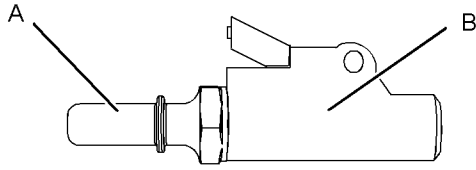

图 57
3. 拆下保护盖 (1)。压下阀 (2) 以便排出空气。Perkins 建议使用带有长度合适透明软管的轮胎充气机。请参考图 57。